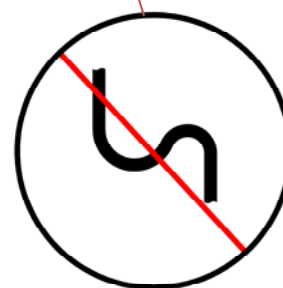

Figura 2A.
3. Salida del calentador: Instale la manguera entre la salida del calentador y el punto donde regresará el refrigerante al motor. La manguera debe tenderse de modo que tenga una elevación continua desde el calentador hasta el motor. Véase la Figura 2A. **NOTA:** Si se instalan válvulas de aislamiento, éstas no deben aumentar la restricción del flujo. Use únicamente válvulas de tipo "flujo total".